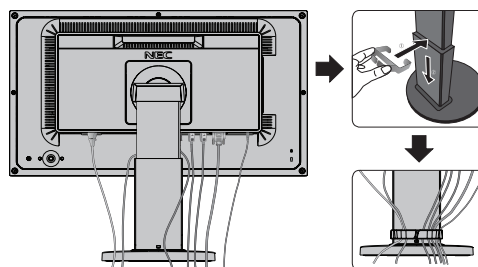

Figura C.2
6. Coloque el pasacables en el soporte (**figura C.2**).